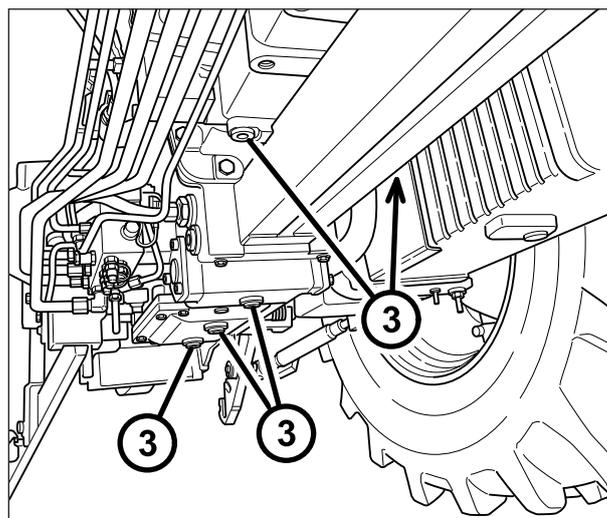

Abb.7-30
- 3 - Auffangbehälter unter die Ablasstopfen (3 - Abb.7-30) des Getriebegehäuses und der Achse stellen.